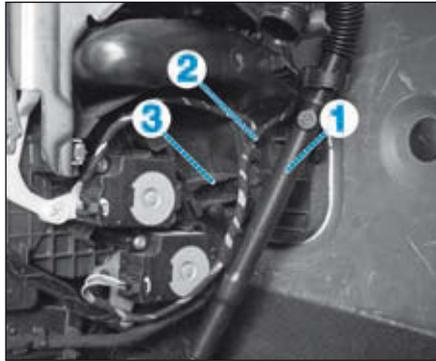

FIG.1
- le conduit d'air (1) (Fig.1).